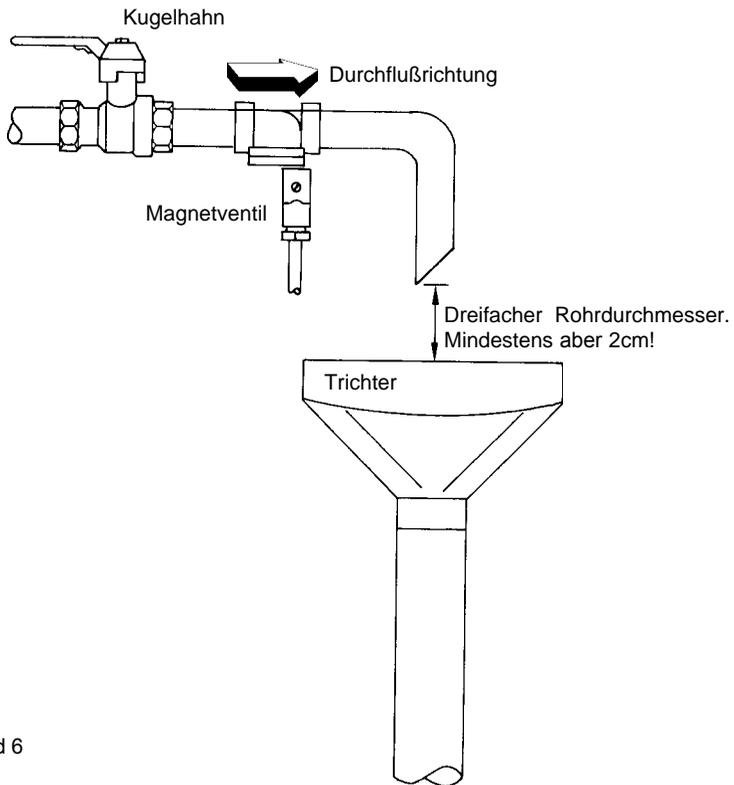

Bild 6
- Installieren Sie einen geeigneten Zulauf zum Trichter. Zwischen Trichter und Zuleitung muß ein Abstand von 3 x Rohrdurchmesser, mindestens aber 2 cm eingehalten werden. Siehe Seite 12, Bild 6.